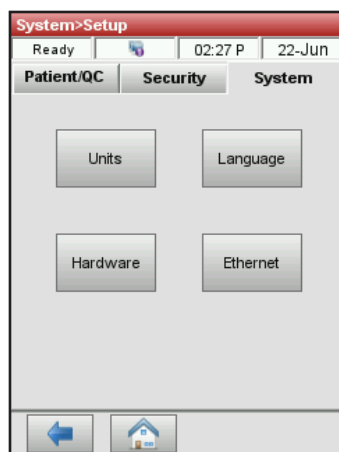

Abbildung 25. System Manager > Bildschirm Einrichtung
2. Tippen Sie auf der System-Registerkarte auf **Hardware** (Abbildung 25).